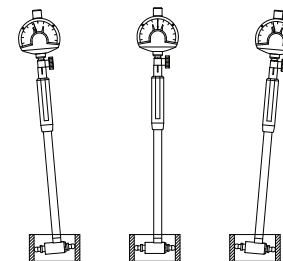

fig.1
4. Utilizzare l'anello di regolazione standard per azzerare (fig. 1). Questa operazione deve essere eseguita con la piastra di centraggio leggermente inclinata. Il comparatore deve essere posizionato nella stessa posizione in cui verrà utilizzato in seguito. Quando il comparatore viene fatto oscillare lentamente attorno all'inserto a sfera fisso, sul display del comparatore apparirà un punto di inversione. Il punto di inversione è identificabile da un cambio di direzione della lancetta dell'indicatore.